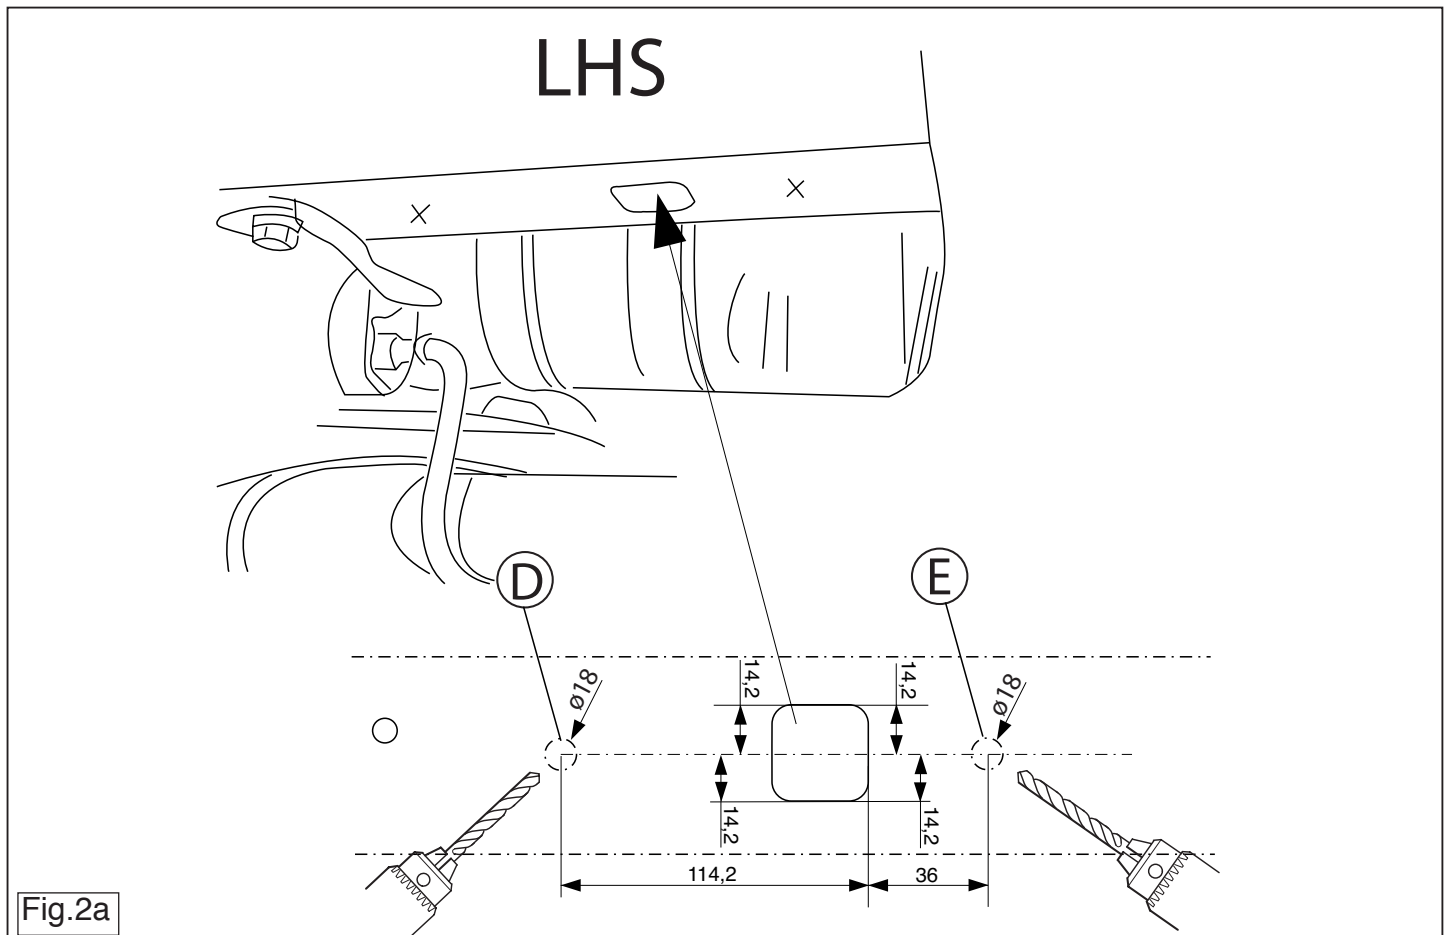

Fig.2a
3. Drill holes D and E on the underside of the chassis to approx. 11mm. See figure 2a and 2b.
4. Enlarge holes D and E to 18mm. See figure 2a and 2b.
3. Die Löcher D und E etwa 11mm auf der Unterseite des Fahrgestells bohren. Siehe Abbildung 2a und 2b.
4. Die Löcher D und E auf der Unterseite des Fahrgestells bis auf etwa 18mm vergrößern. Siehe Abbildung 2a und 2b.
3. Percer les trous D et E d'environ 11 mm à la partie inférieure du châssis. Voir la figure 2a et 2b.
4. Agrandir les trous D et E à la partie inférieure du châssis jusqu'à environ 18 mm. Voir la figure 2a et 2b.
3. Bor hullerne D og E på ca. 11mm på undersiden af chassiset. Se fig. 2a og 2b.
4. Forstør hullerne D og E på undersiden af chassiset til ca. 18mm. Se fig. 2a og 2b.